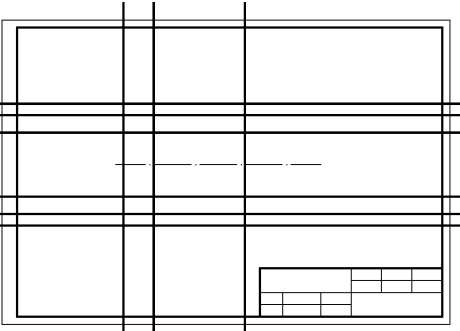

图 11-34 绘制构造线示例
1) 绘制水平和垂直构造线。选择“粗实线”为当前图层，选择“绘图”面板→“构造线”命令，输入 0，指定轴线为水平方向的定位线，同时向上下分别给出偏移距离“21”“32.5”“39”，绘制出水平构造线；绘制或指定竖直线为垂直方向的定位线，分别给出偏移距离“20”“80”，绘制垂直构造线，结果如图 11-34 所示。